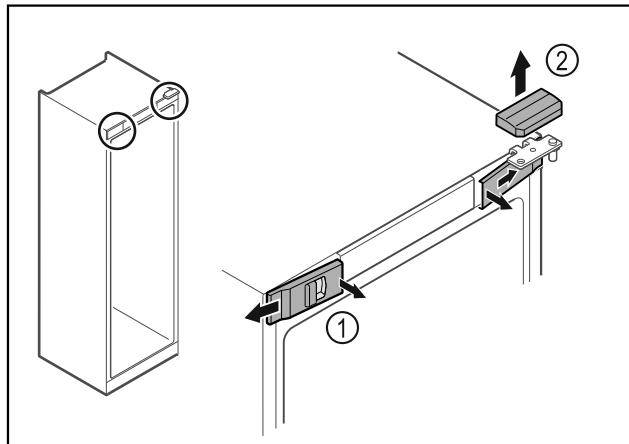

Fig. 14
- Vidinėje pusėje atfiksukite priekines dengiamasias plokštėles Fig. 14 (1) ir nuimkite jas iš šoną.
- Nuimkite viršutinę dengiamąją plokštę Fig. 14 (2) i viršu.